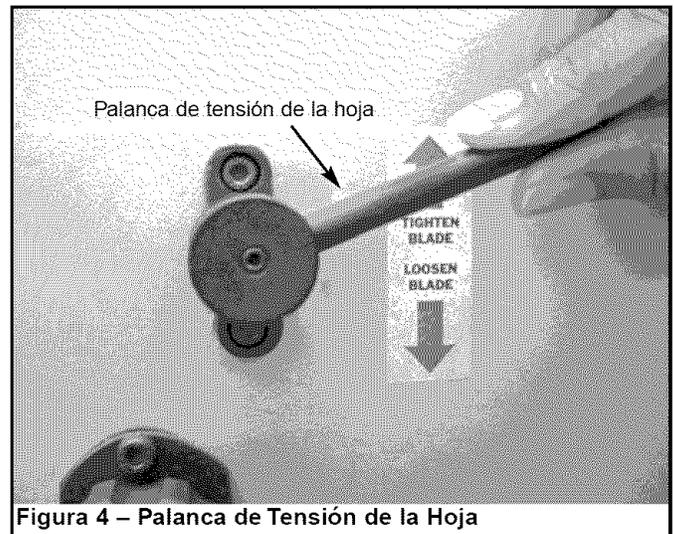

Figura 4 – Palanca de Tensión de la Hoja
- Gire la palanca de tensión de la hoja ubicada en la parte posterior de la herramienta en el sentido de las manecillas del reloj hasta que se fije en posición para liberar la tensión de la hoja (vea la Figura 4).
- Tense la hoja girando la palanca de tensión de la hoja en el sentido de las manecillas del reloj, hasta que tope (vea la Figura 4). Éste es un mecanismo tensor accionado por resorte y aplicará automáticamente la tensión requerida a la hoja.